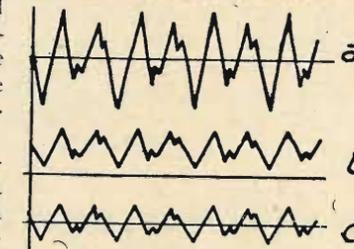

Fig. 61
contatto tra una membrana di carbone e polvere di carbone — il quale varia la propria resistenza elettrica quando sia percossa da onde sonore. Nel circuito è intercalata una pila, in modo che il suono produce una variazione dell'intensità della corrente nel circuito telefonico. A distanza, nello stesso circuito, è inserito il ricevitore (T) costituito da una piccola elettrocalamita, vicino ai cui poli è tenuta una membrana di ferro. Variando l'intensità della corrente che percorre le spire dell'elettrocalamita, varia la forza con cui l'elettrocalamita stessa attira la membrana di ferro; nella membrana si destano, perciò, delle vibrazioni corrispondenti alle variazioni di intensità della corrente telefonica. Ma siccome le variazioni dell'intensità di questa corrente sono dovute alle vibrazioni sonore, così le vibrazioni della membrana del ricevitore riprodurranno fedelmente le vibrazioni sonore che hanno colpito la membrana del microfono. Parlando, quindi, davanti alla membrana del microfono, la membrana del ricevitore vibra nello stesso modo, e riproduce quindi le medesime onde sonore. La fig. 61 indica chiaramente come avviene il fenomeno telefonico; la linea *b* le variazioni dell'intensità della corrente, e *a* indica le vibrazioni della membrana del microfono, la linea *c* le vibrazioni della membrana del ricevitore.